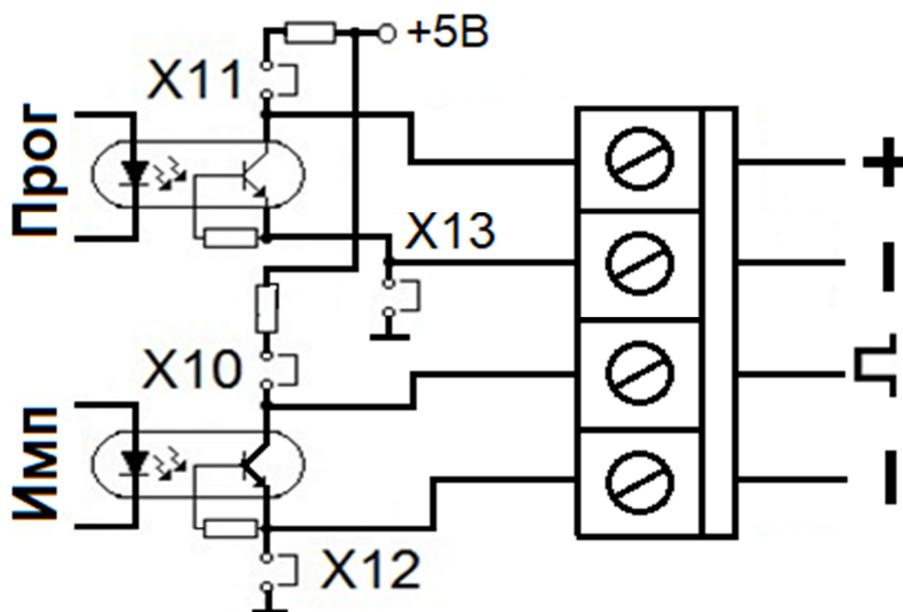

Рисунок 1. Схема выходных дискретных каскадов расходомера
2.4.1 Импульсный/частотный выход и программируемый выход «Прог» расходомеров сформированы оптопарами и идентичны (рисунок 1).